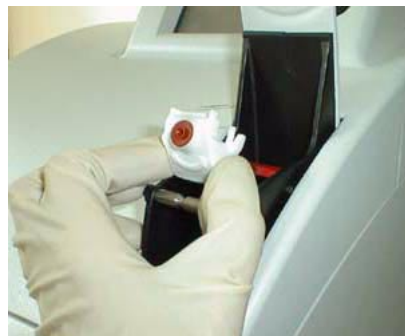

图 14
- 从探针上穿入新的进样口支架(包括完整的进样口)。若将支架底部向上翻，此操作会变得更容易(见图 14)。